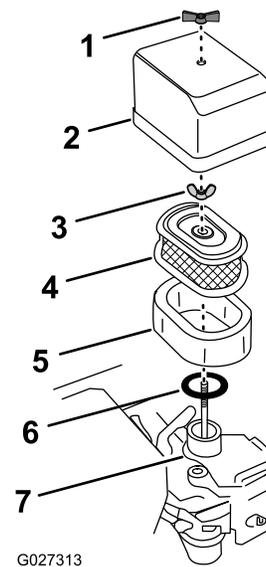

Figure 19
3. Essayez soigneusement le couvercle du filtre à air (Figure 19).
4. Retirez l'écrou à oreilles qui fixe le couvercle du filtre à air au carburateur, et déposez le couvercle (Figure 19).
5. Sortez l'élément filtrant en mousse de l'élément filtrant en papier (Figure 19).
7. Retirez l'écrou à oreilles qui fixe l'élément en papier au carburateur (Figure 19).
4. Placez l'élément en mousse sur l'élément en papier (Figure 19).
1. Avec un chiffon humide, essuyez soigneusement les saletés présentes sur la base du carburateur et à l'intérieur du couvercle (Figure 19).
2. Vérifiez que le joint en caoutchouc est aligné et bien engagé sur la base de montage du carburateur (Figure 19).
3. Alignez l'élément filtrant en papier sur le carburateur et vérifiez que la tige de maintien du carburateur passe par la plaque supérieure du filtre (Figure 19).
4. Fixez le filtre au carburateur avec l'écrou à oreilles serré à la main (Figure 19).
5. Alignez le couvercle du filtre à air au-dessus des éléments filtrants en faisant passer la tige de maintien du carburateur par le couvercle supérieur (Figure 19).
6. Fixez le couvercle sur le moteur avec l'écrou à oreilles serré à la main (Figure 19).